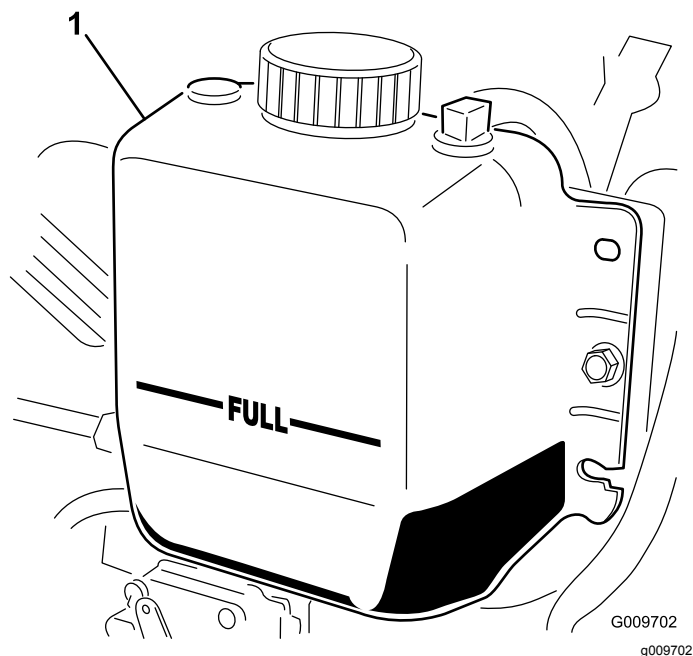

Figure 14
2. Vérifiez le niveau du liquide de refroidissement dans le radiateur. Le radiateur doit être rempli jusqu'en haut du goulot de remplissage et le vase d'expansion jusqu'au repère maximum (Figure 14).